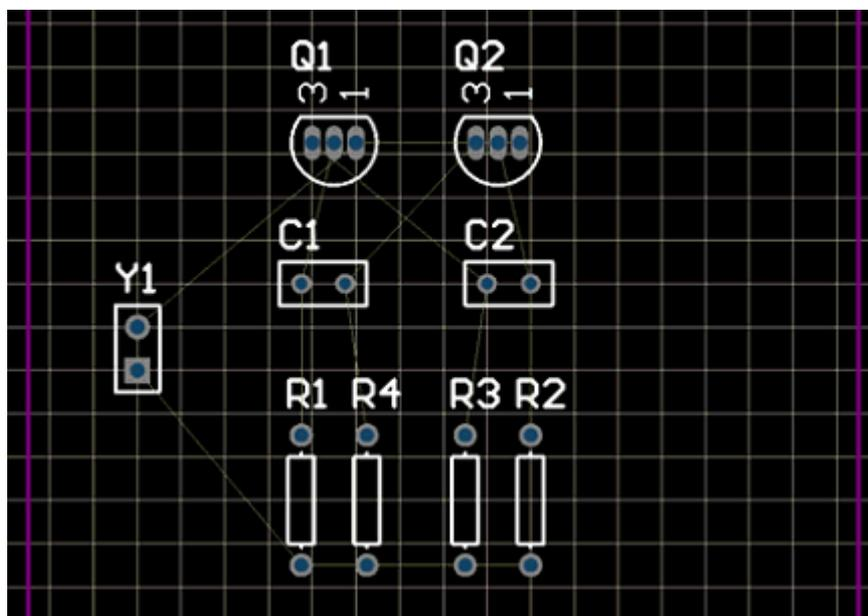

图 6-23 元器件放置在板上
3. 向着板的左手边放置封装（确保整个元器件保持在板的边界内），如图 6-23。
5. 以图 6-23 为范例，重新摆放其余元器件。当用户拖动元器件的时候可用**空格键**进行必要的旋转（每次向逆时针方向转 90°），使连接线如图 6-5 所示。不要忘记，当用户在摆放每一个元器件的时候要重新优化飞线。